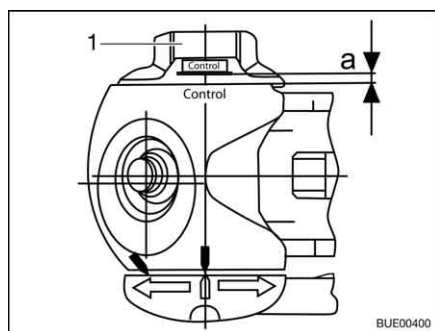

Bild 189 Verschleißkontrolle
- Handrad (Bild 189,1) zudrehen, bis die Drehmomentbegrenzung hörbar und spürbar durchratscht. Drehrichtung: im Uhrzeigersinn.
- Abstand $a > 0$ (Bild 189): Verschleiß innerhalb des zulässigen Bereiches.